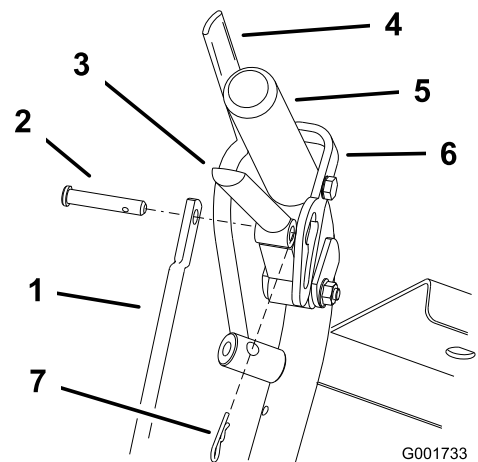
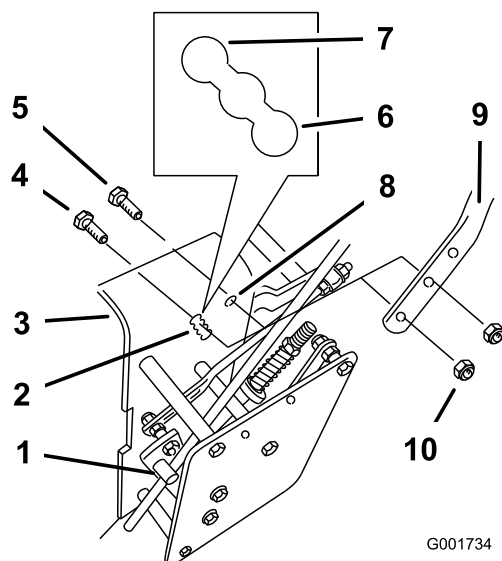

Figura 18
Figura 19
1. Staccate le coppiglie e i perni con testa dalle leve della trazione e dai dispositivi di blocco in folle (Figura 18).
2. Allentate il bullone flangiato (3/8 x 1-1/4 poll.) e il dado flangiato superiori che assicurano la stegola al telaio posteriore (Figura 19).
3. Rimuovete il bullone flangiato (3/8 x 1 pollice) e il dado flangiato inferiori che assicurano la stegola al telaio posteriore (Figura 19).
5. Regolate la lunghezza dell'asta di comando ruotando l'asta sul relativo raccordo (Figura 18 e Figura 19).
6. Montate la coppiglia tra la leva di trazione e il dispositivo di blocco in folle inserendola nel perno con testa (Figura 18).